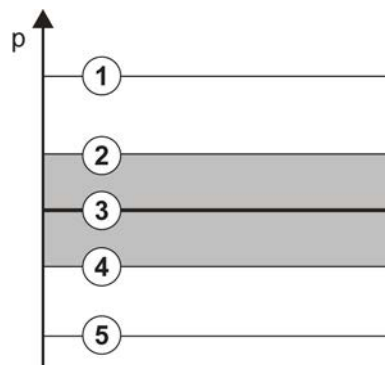

Fig. 5-22 Limiti di pressione
Le pressioni sono monitorate usando gli intervalli di limite (zona grigia in Fig. 5-22) che sono definiti attraverso la corrispondente distanza tra il valore attuale ③ e i limiti inferiori ④ e superiori ② (valori delta Min./Max.). La somma delle due distanze in questione fornisce l'ampiezza della finestra dei limiti; nell'esempio precedente, ad esempio, Fig. 5-21: 70 + 70 = 140 (mmHg).